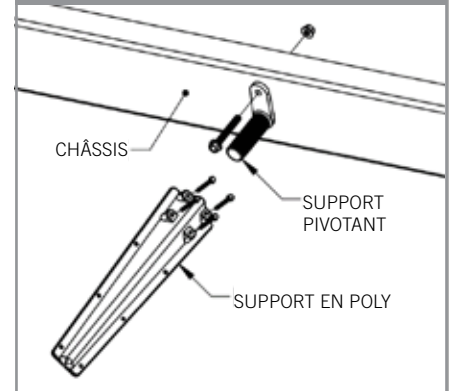

FIGURE 8
- A. Placer quatre boulons 5/16 x 3 po à travers le support en poly (10004593) et le bloc d'appui (10001486) pour fixer le pivot (10001472). (Voir la Figure 8)